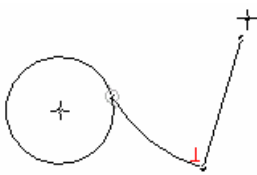

图 4.11.17 圆弧与直线垂直
- 如图 4.11.17 所示，蓝色的  表示圆弧与直线垂直。